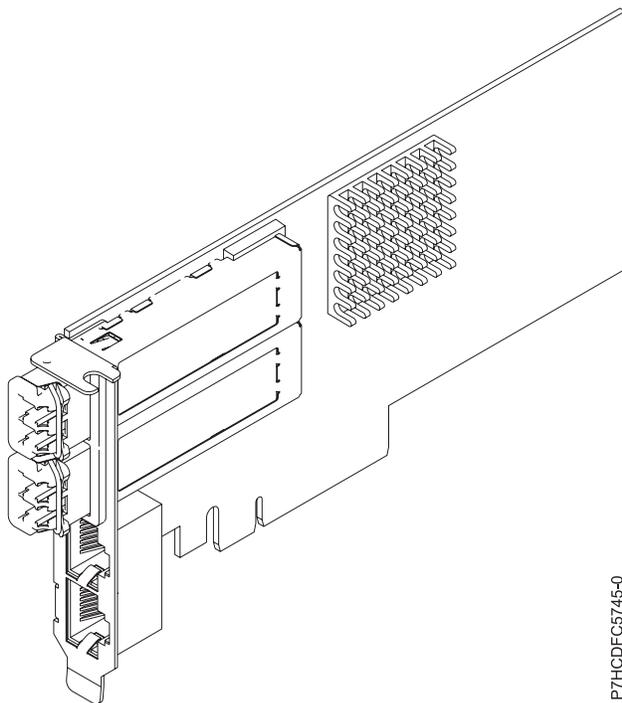

Figura 28. Adaptador FC EN0H
El adaptador de cuatro puertos proporciona dos puertos ópticos SR conectables de pequeño tamaño (SFP+) FCoE de 10 Gb y dos puertos Ethernet RJ45 de 1 Gb. Los dos puertos FCoE de 10 Gb están conectados mediante conectores de tipo pequeño (LC). Cada puerto FCoE proporciona conectividad Ethernet con una velocidad de datos nominal de 10 Gbps (gigabits por segundo). Cada uno de los puertos de 1 Gb proporciona conectividad Ethernet a una velocidad de datos de 1 Gbps y está conectado con cables Ethernet. Una velocidad de datos de 10 Mb no está soportada. La Figura 28 muestra el adaptador FC EN0H FC.